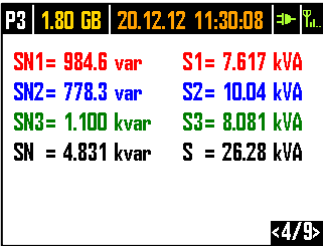

Fig. 8. Pantalla 4 con las potencias aparentes y de distorsión.
En la pantalla 4 (Fig. 8) se muestran las potencias aparentes de distorsión (SN) y las potencias aparentes (S). Si se seleccionó la medición de potencia según el método de Budeanu, en lugar de la potencia aparente de distorsión se muestra la potencia de distorsión D.